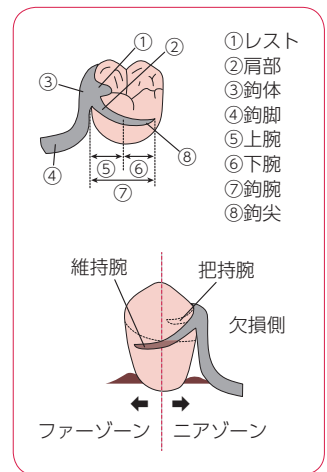

図 2-6 クラスプの各部
■クラスプの各部の機能（図 2-6）
①レスト：クラスプの鉤体部、義歯床、バーなどから突出し、支台歯のレストシートに適合する金属製の小突起で、歯の咬合力（圧）伝達の役割をする。